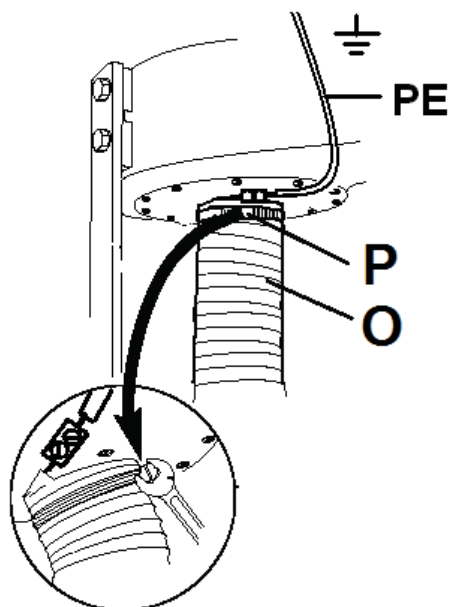

Рис. 12
- Скористуйтеся одним хомутом (Р), щоб приєднати шланг (О) до вхідного штуцера (Рис.12)